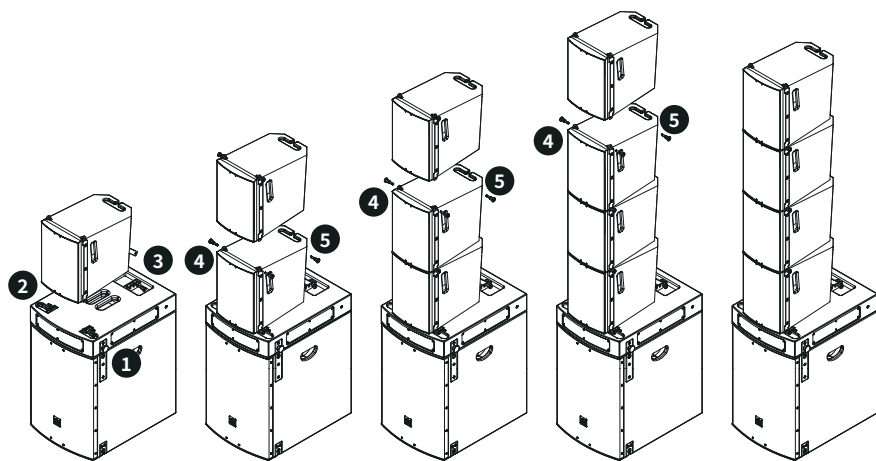

图 12.使用 M-F3A S12 PRO SFi和 M-F3A S15 PRO SFi吊架安装堆叠阵列
2. 将第一个 M-F3A 或 M-F3A PRO 音箱放在堆叠架上，将音箱下方的两个前部吊挂点与堆叠架固定，如图 12 所示。
7. 重复前面的三个步骤以安装更多的 M-F3A 或 M-F3A PRO 音箱，如图 12 所示。该堆叠架上至多可堆叠 4 个音箱。